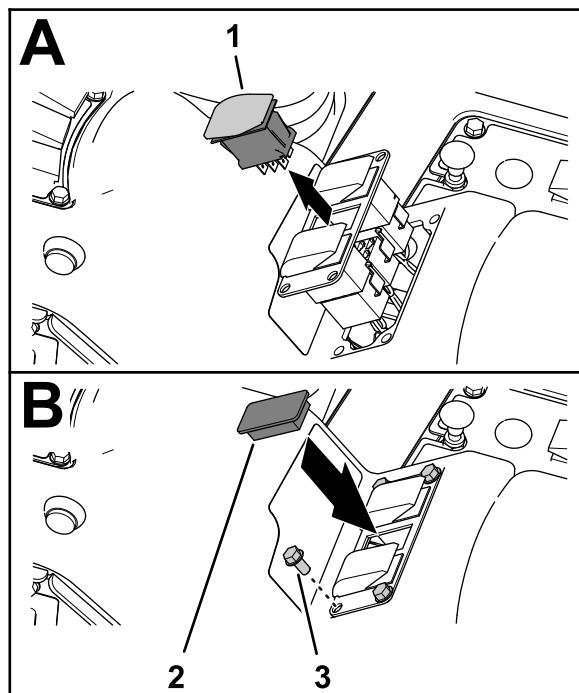

Figure 34
2. Pincez les languettes de verrouillage de l'interrupteur de régulation de débit et poussez l'interrupteur hors du bloc de 3 interrupteurs (Figure 34).
- Fixez le bloc de 3 interrupteurs à la console de commande (Figure 34) à l'aide des 4 vis à embase (1/4" x 1/2") que vous avez retirées à l'opération 1.